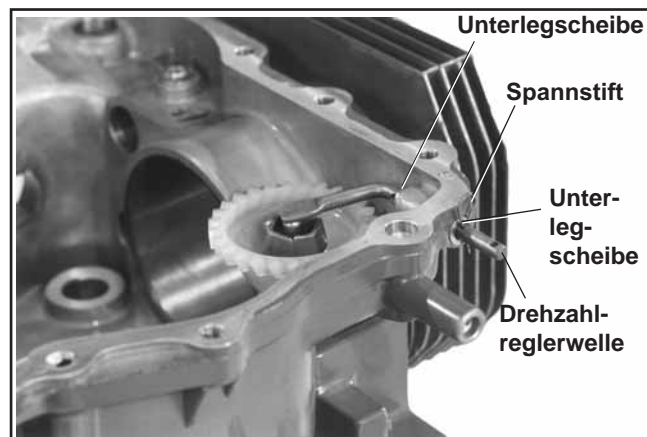

Abbildung 9-54. Drehzahlreglerwelle entfernen.
1. Entfernen Sie den Spannstift und die Flachscheibe von der Drehzahlreglerwelle. Siehe Abbildung 9-54.